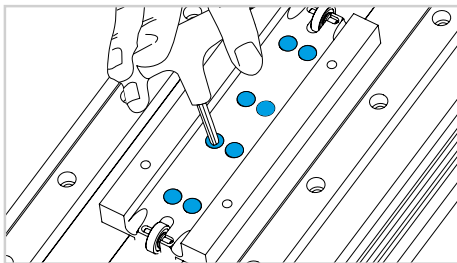

Fig. 8
- 9) Faire glisser la partie supérieure du chariot pour avoir accès à la partie intérieure. Desserrer les vis et soulever la pièce qui a été libérée (Fig.8)